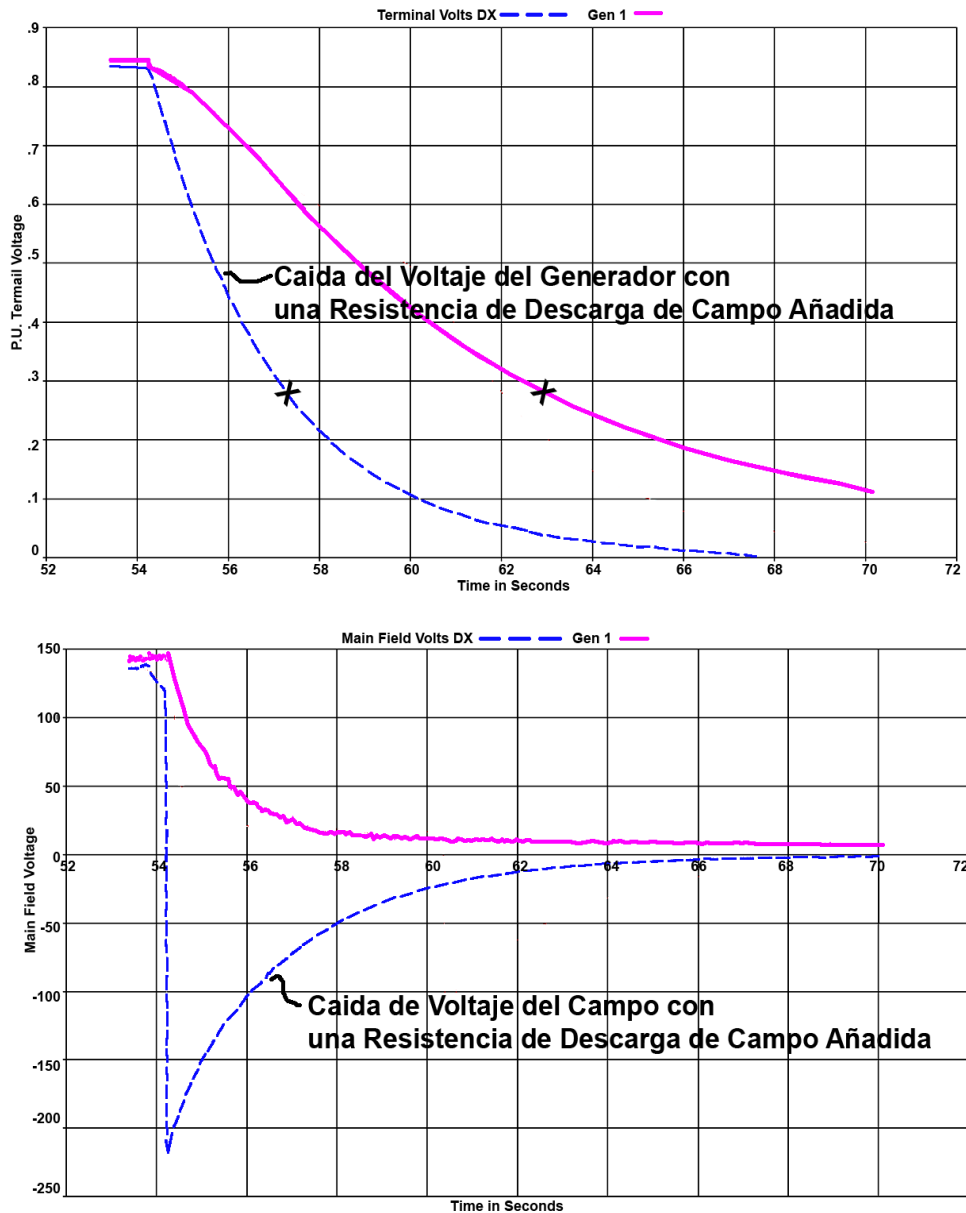

Figura 4a & 4b. Gráfica superior - La caída del generador con y sin resistencia de descarga de campo.
La figura 4a muestra la caída de voltaje del generador con dos curvas. Una curva es anterior y la otra es posterior a la inclusión de un circuito con una resistencia de descarga de campo. La línea de puntos azul incluye la resistencia de descarga agregada al sistema. Note la diferencia cuando la resistencia de descarga se agrega al sistema. Esta condición figurada con la línea rosada sólida. Fíjese que antes de agregar la resistencia de descarga del campo, la caída en tiempo del campo fue de (9) segundos para poder solo llegar a un nivel de 66.6% del tiempo de descarga del campo.